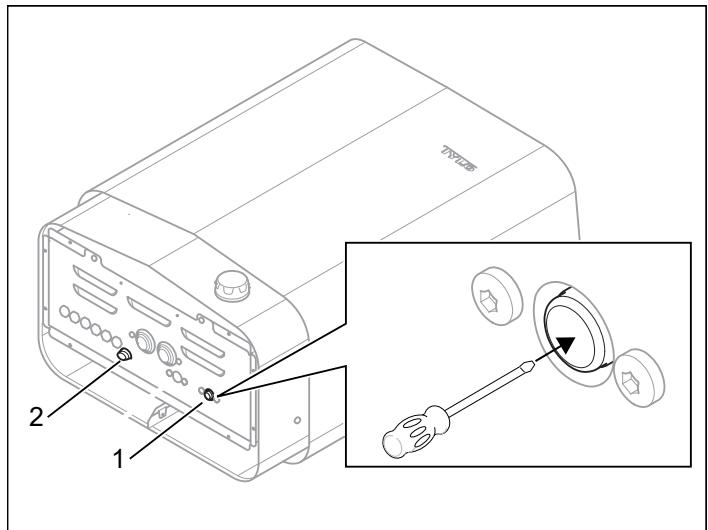

Рисунок 6: Сброс температурного выключателя
- Нагреватель** - Температурный выключатель в нагревателе предназначен для защиты компонентов, труб и деревянных конструкций в сауне от перегрева. Под нагревателем расположена красная кнопка сброса, которая должна находиться в нажатом положении (см. Рис. 6). В случае срабатывания выключателя, кнопка зафиксируется в неподвижном положении и после перезапуска «отщелкнет». В случае если срабатывания выключателя не произошло, то после перезапуска кнопка будет пружинить.